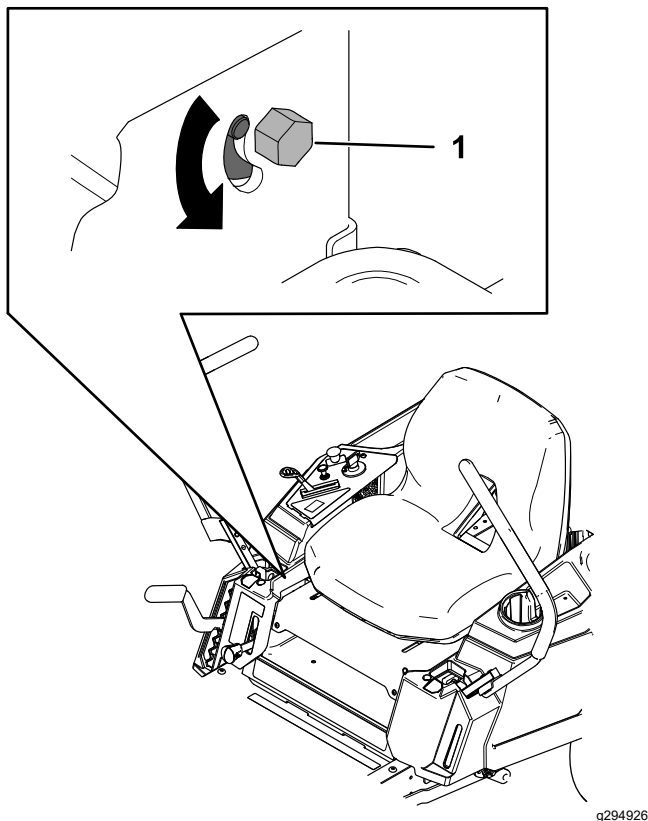

Figura 53
- Localice el perno de ajuste de la dirección junto a la palanca de control de movimiento en el lado concreto que necesite ajuste (Figura 53).